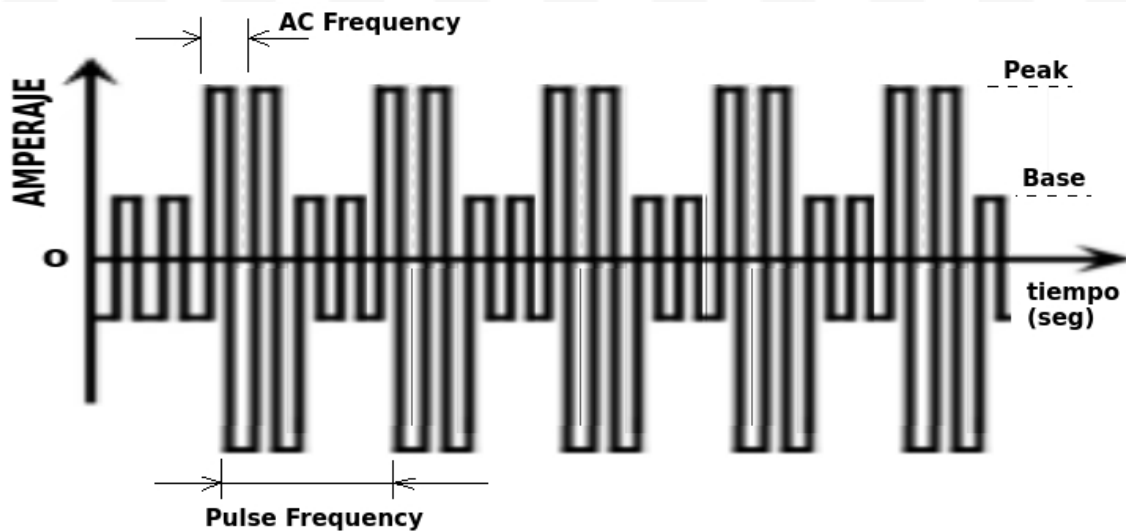

IMAGEN 1. Explicación gráfica amperaje Peak y amperaje Base en AC.
**-Width:** es el porcentaje del amperaje Peak en el pulso. Se puede ajustar entre 5-100%. En la imagen 1 anterior, se puede observar una distribución uniforme (50/50%) entre el Peak y el Base. A continuación, un ejemplo con Width ajustado en 70%, lo que significa que en el pulso el 70% de su área está abarcado por el amperaje Peak, que permite la fusión del metal a soldar y el 30% restante lo abarca el amperaje Base que es el que permite que se enfríe parcialmente el metal a soldar.